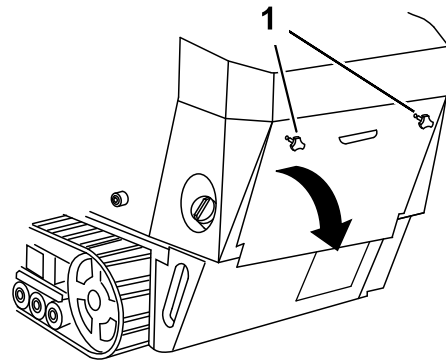

Bild 3
1. Schrauben Sie die zwei Handräder ab, mit denen die hintere Abdeckplatte an der Maschine befestigt ist (Bild 3).
2. Klappen Sie die hintere Abdeckplatte nach unten (Bild 3) und nehmen sie ab, um die internen Teile zugänglich zu machen.